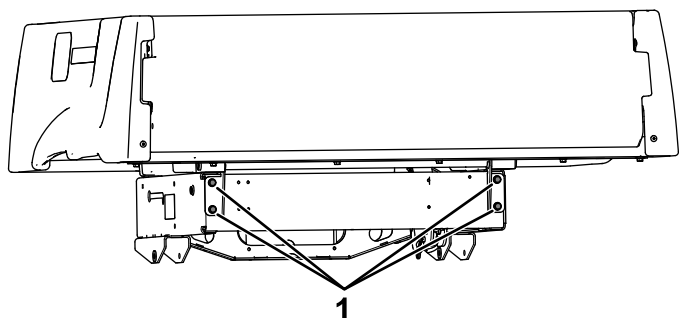

図 16
4. 荷台が左右均等にパッドに接触しない場合は、荷台のヒンジボルト4本をゆるめる 図 16。